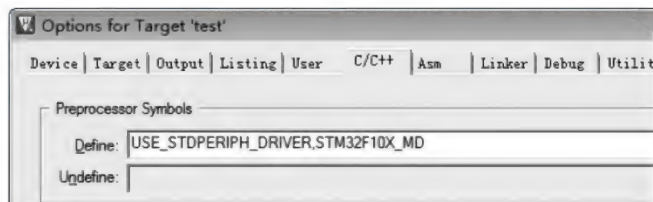

图 5.22 配置 C/C++ 选项卡
(3) 配置 Listing 选项卡,与配置 Output 选项卡类似,选择工程目录下的 List 文件夹放置编译生成的列表文件,通过 Select Folder for Listings 进行设置。
(4) 配置 C/C++ 选项卡,在这个选项卡中需要设置预编译的符号定义,以及用于搜索头文件的路径。配置完后,添加预编译宏定义,在图 5.22 所示位置添加 USE\_STDPERIPH\_DRIVER 和 STM32F10X\_MD 两个宏定义。